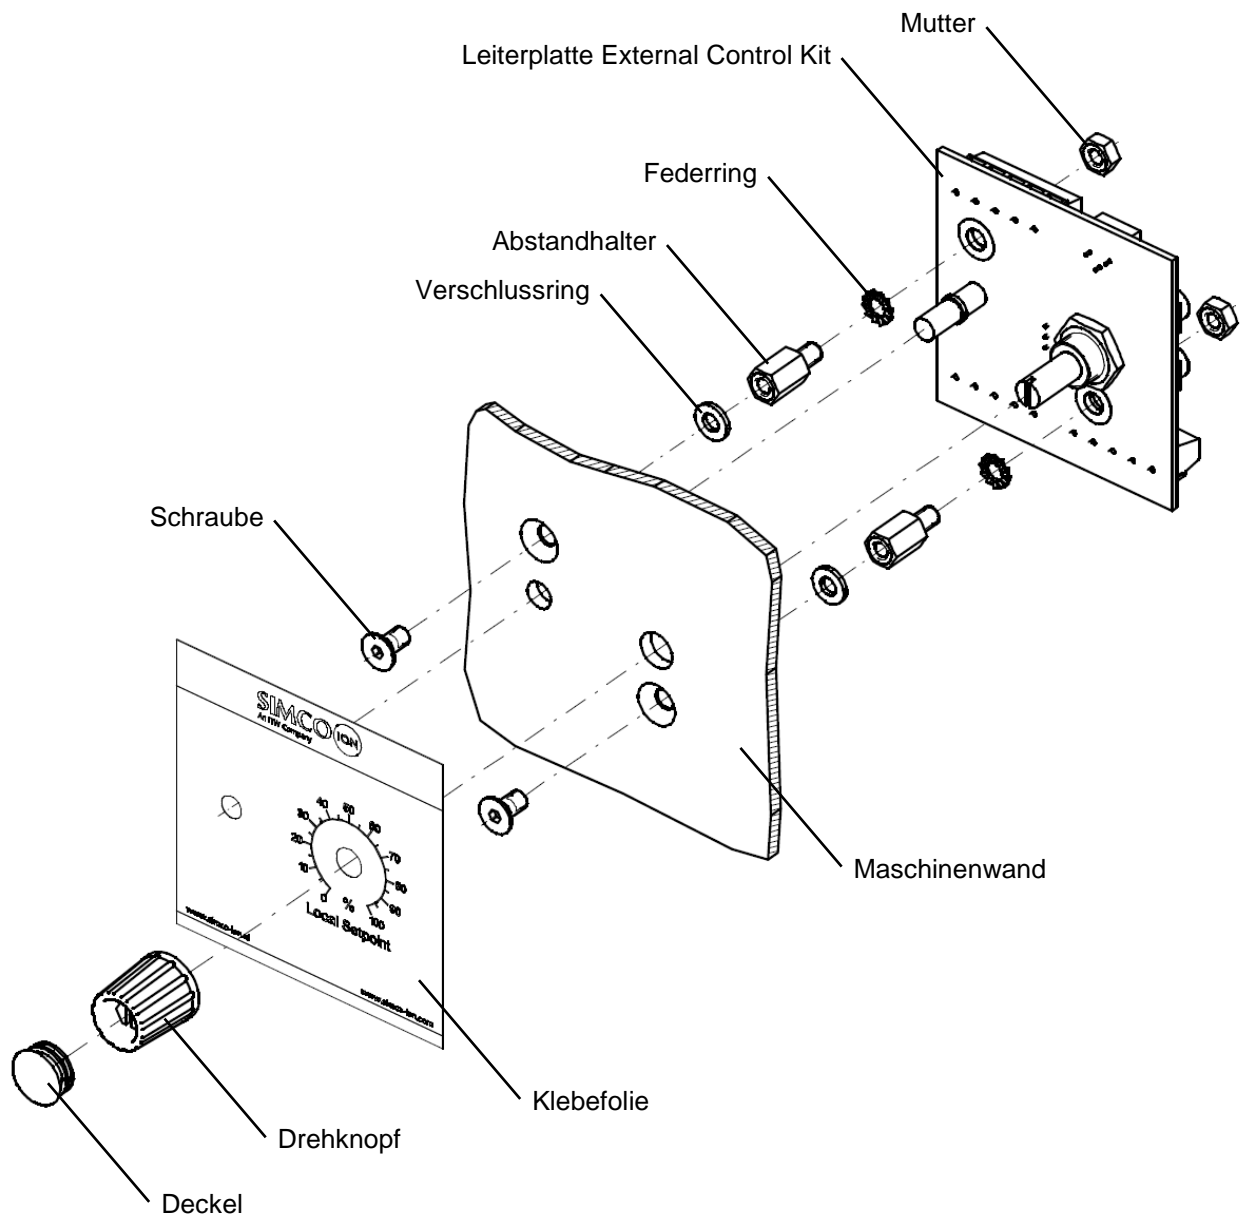

Abbildung 4, Montage External Control Kit CMM Easy
- Montieren Sie das Control Kit mit dem mitgelieferten Montagematerial, wie in Abbildung 4 dargestellt, hinter der Maschinenwand. Das Control Kit kann nur anschlussfertig verdrahtet werden (siehe Kapitel 5.3).